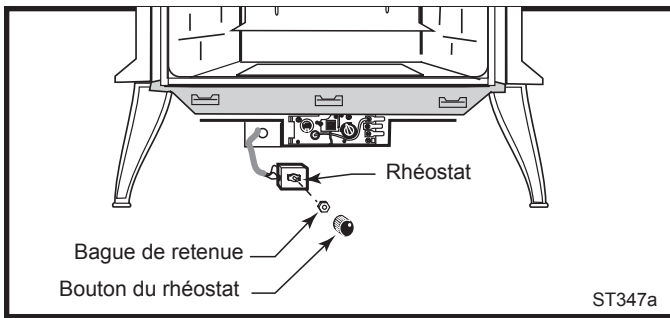

Fig. 17 Fixez le rhéostat du ventilateur.
- L'interrupteur de commande du rhéostat se fixe au côté gauche du support de distributeur situé à l'avant de l'appareil. (Fig. 17)